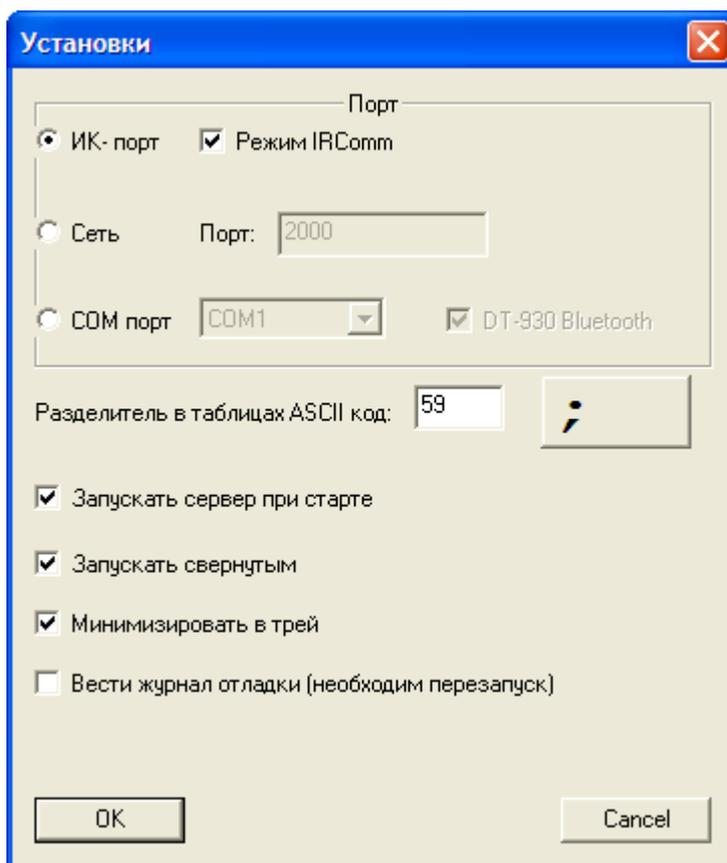

Рис.28 Установки IRServer для работы через IrDA порт
- 3) В окне *Установки* (рис. 28) установить параметры, как показано на рисунке: